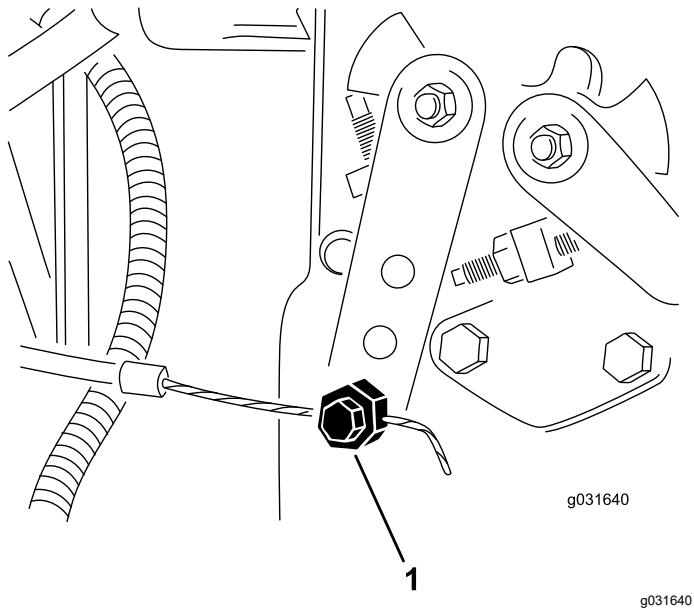

Figura 60
2. Desaperte o dispositivo de ligação do cabo do acelerador no braço da alavanca da bomba de injeção (Figura 60).